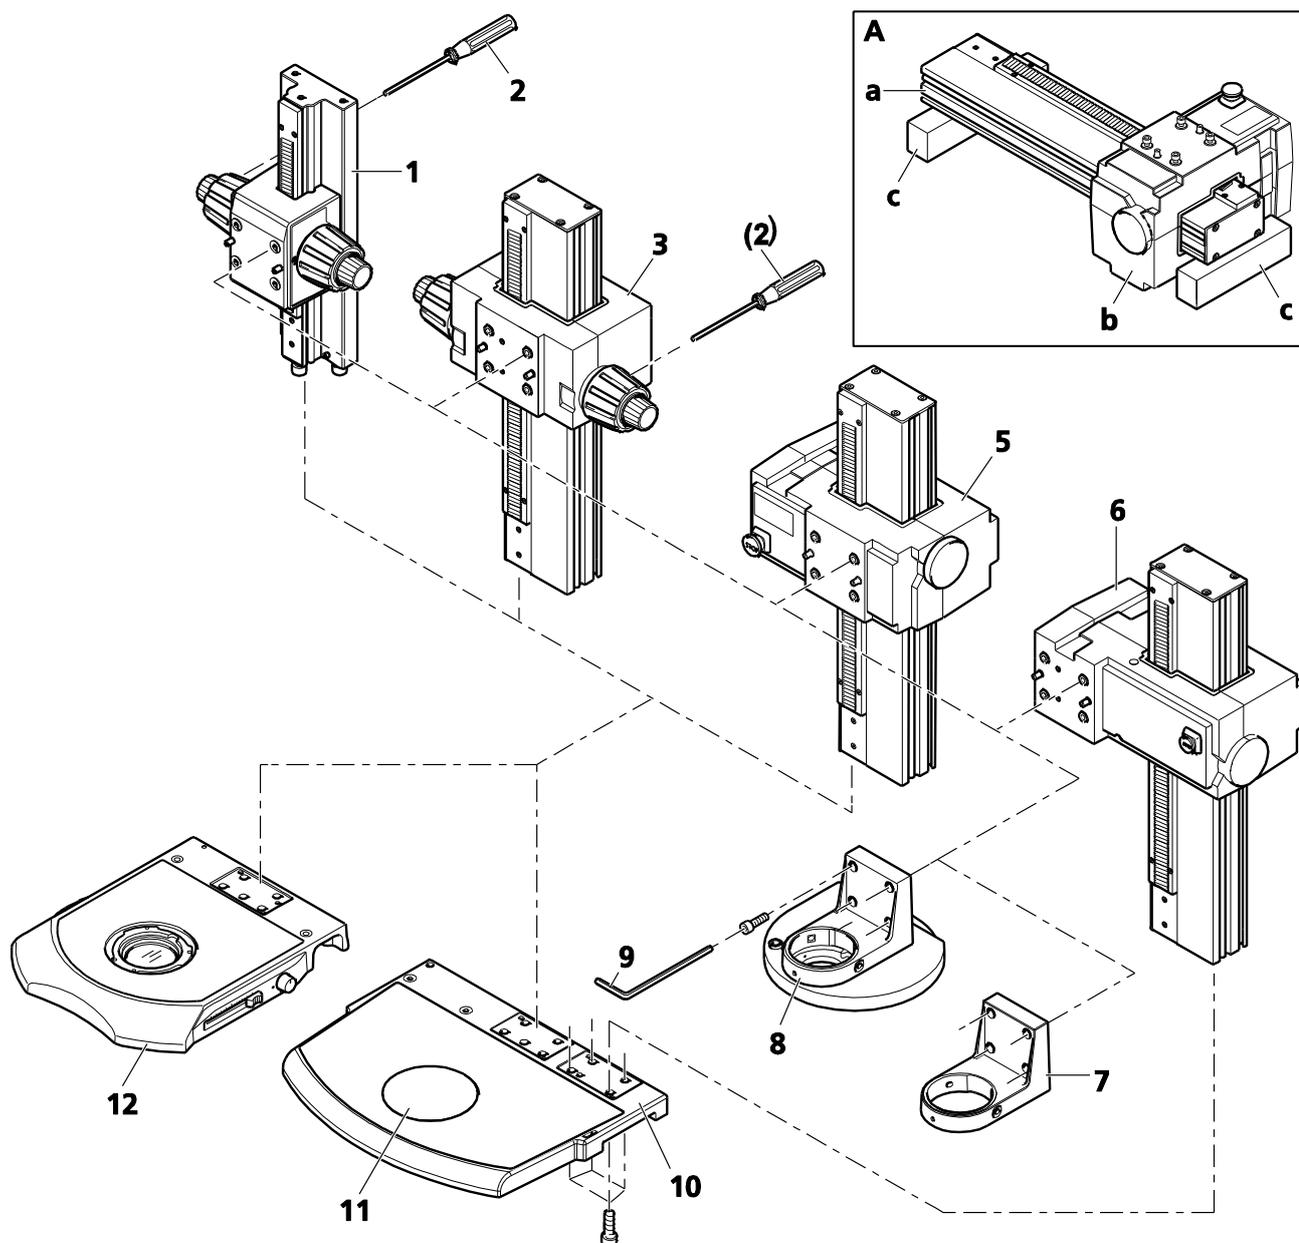

Fig. 5 Installation du statif
Pour éviter d'endommager la commande de mise au point (p. ex. le moteur de mise au point avec une colonne ne profilé de 490 mm Fig. 5A), il ne doit être posé que sur l'**arrière** de la colonne (Fig. 5/a) à l'aide de cales suffisamment hautes (Fig. 5/c) (**ne pas** la poser côté crémaillère). L'unité de mise au point (Fig. 5/b) de la commande de mise au point ne peut pas être utilisée comme support.
-  Le socle du statif 450 (Fig. 5/10) compte deux surfaces de montage pour la commande de mise au point. La surface de montage de droite n'est utilisée que pour la mise au point motorisée avec colonne en profilé de 490 mm (Fig. 5/4). Le socle du statif 300 (Fig. 5/12) a une seule surface de montage centrale.
- Pousser le support (Fig. 5/7) ou la tourelle porte-objectifs Z 2x cod. (Fig. 5/8) sur la commande de mise au point jusqu'à ce que les vis d'orientation s'enclenchent ; le maintenir en place jusqu'à ce que la première vis soit serrée.
- Serrer les quatre vis à six pans creux (SW 5) avec la clé Allen (Fig. 5/9).
-  Poser le support (Fig. 5/5) tourné de 180° pour permettre l'observation d'échantillons plus grands.
- Plaque d'insertion (Fig. 5/11).
-  Avec une commande de mise au point rapide/précise à colonne 490 (Fig. 5/3), la bague de réglage du couple se trouve sur le bouton de mise au point de droite, avec une commande de mise au point rapide/précise à colonne 350 (Fig. 5/1), elle se trouve sur le bouton de mise au point de gauche.
- Insérer le tournevis à tête sphérique fourni avec les vis à six pans creux de 3 mm (Fig. 5/2) dans l'un des alésages agencés radialement sur la bague de réglage du couple.